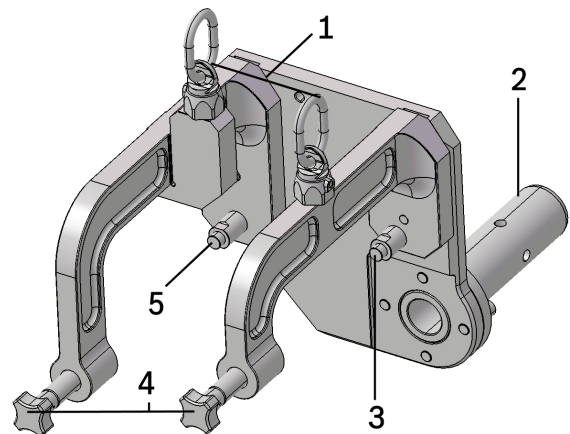

Figure 1: Support de boîte de vitesses T40344
3. Retirez le boulon (3) du support de boîte de vitesses et rangez-le dans un endroit sûr (voir Figure 1).